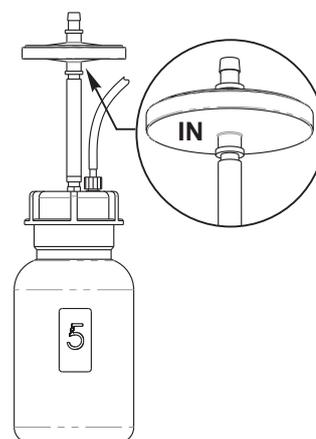

Рис. 11. Расположение фильтра
- 8.6. Замена фильтра (рис. 11).
Внимание! Соблюдайте расположение фильтра согласно рис. 11. Обозначение “IN” должно быть расположено на стороне входной трубки (ближе к бутылке-ловушке).